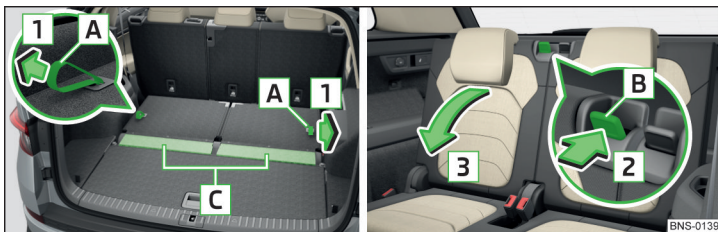

Fig. 79 Relever/Rabattre les dossiers
- Pour **relever** le siège, tirez sur les oeillets [A] dans le sens de la flèche [1] » fig. 79. Le dossier doit s'enclencher de façon audible une fois relevé.